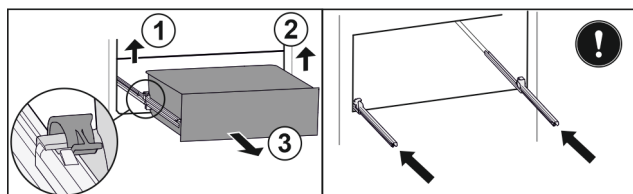

Fig. 138
- Soulever la bride gauche et tirer dans le même temps la partie gauche du tiroir vers l'avant. Fig. 138 (1)
- Soulever la bride droite et tirer dans le même temps la partie droite du tiroir vers l'avant. Fig. 138 (2)
- Retirer le tiroir par l'avant. Fig. 138 (3)